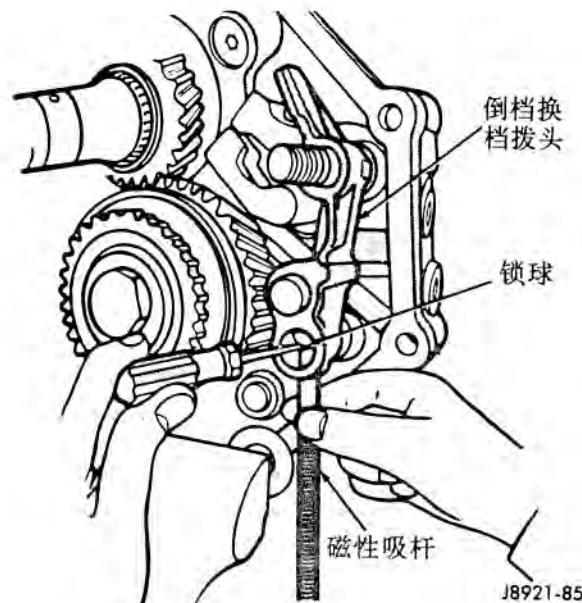

图 85 安装倒档换档拨头锁球
(14) 用改锥和磁性吸杆安装倒档换档拨头锁球(图 85)。